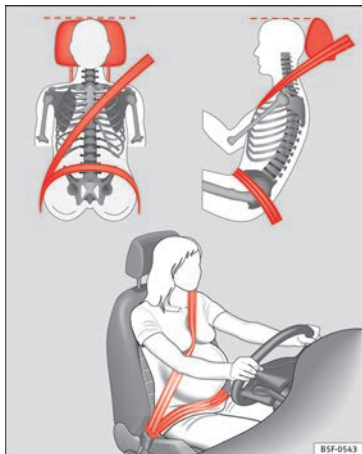

Fig. 11 Posizionamento della fascia della cintura nella zona delle spalle e nella zona pelvica nel caso di donne in stato di gravidanza.
- Il tratto superiore del nastro deve passare al centro della spalla, non sul collo! La cintura di sicurezza deve aderire bene alla parte superiore del corpo »» **fig. 11.**
- Il tratto addominale del nastro deve passare sul bacino e non sull'addome. La cintura di sicurezza deve aderire bene al bacino »» **fig. 11.** Se necessario si deve tendere un po' la cintura tirandola con la mano.